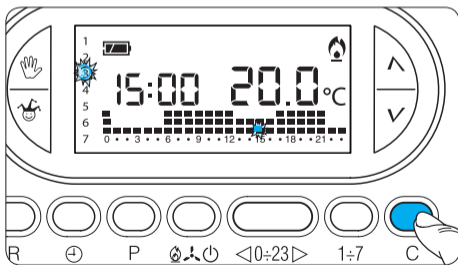

Fig. 29
7.5- Se per il giorno dopo o successivi si desidera avere lo stesso programma, premendo il pulsante **C** (fig. 29) il programma viene automaticamente copiato per i giorni via via indicati dal segmento relativo.